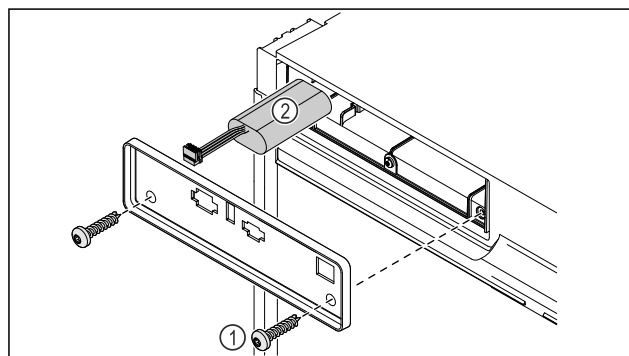

Fig. 228
- ▶ Išsukite varžtus ir nuimkite dengiamąją plokštelę galinėje prietaiso pusėje Fig. 228 (1).
- ▶ Atjunkite bateriją ir ją išimkite Fig. 228 (2).